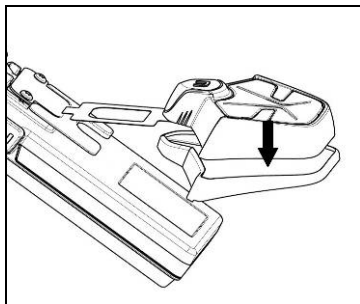

Fig. 5
- Drei adapteren til den er i vannrett posisjon som ESS-systemet. Trykk og fest de to delene til hverandre (fig. 5).